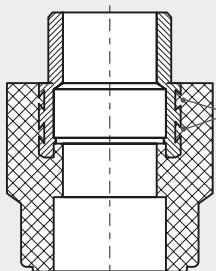

РИС. 1
- Латунные элементы комбинированных фитингов (см. **Рис. 1**) имеют обратные проточки (1) уникальной конструкции «ласточкин хвост», обеспечивающие более надежное примыкание латунной и полипропиленовой частей фитинга. Герметичность соединения сохраняется даже при повышенных механических нагрузках на фитинг, улучшаются гидравлические характеристики;